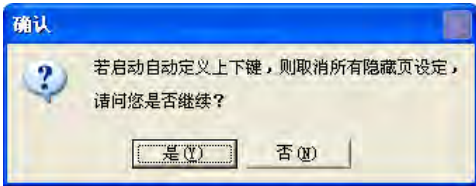

图 5-11 确认自定义上下键
用于将用户目前所编辑的页面隐藏起来，此隐藏页面利用TP人机的上下翻页键时不会显示在TP人机屏幕上。可单击 页面设置 (L) > 隐藏功能设置 (H) ，或是在此页面上单击右键开启 右键快捷选项 > 隐藏功能设置 。设置后工具栏的 页面设置 (L) > 隐藏功能设置 (H) 将被勾选 ☒ 隐藏功能设定 (H) ，重复单击后可以取消设置。被隐藏的页面仍可使用换页条件或按钮物件中的换画面按钮设置，切换进此隐藏页面。若勾选 工具 (T) > 基本设置 (B) > TP上下键设置 > 自定上下键 会出现确认框，如图 5-11，当确认后，隐藏功能设置将失去作用，请参阅第 3.6 节。